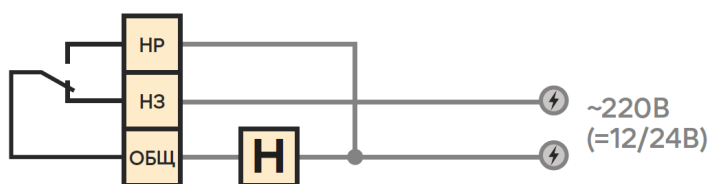

Рис.5. Схема подключения к КУПОЛ-Р4 нормально-включенной нагрузки с контролем наличия напряжения питания нагрузки.
2.3.1. Схема подключения нормально-включенной нагрузки с контролем цепей и наличия напряжения питания приведена на рис.5.